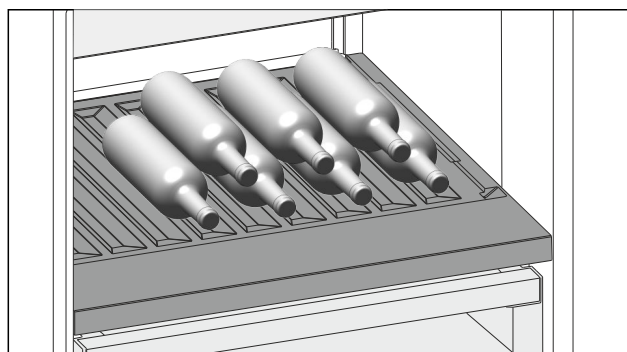

Fig. 97
- ▶ Steklenice vstavite z dnom proti zadnji steni aparata. (glejte Fig. 97)